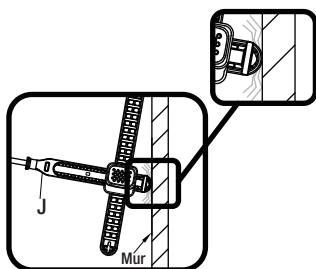

Fig 1
- Si la tige horizontale (J) est trop longue, comme illustrée sur la Fig. 1, la longueur peut être ajustée.
- Retirez la pince (N) de la tige horizontale (J). Faites glisser la portion en plastique de la tige pour ajuster à la longueur souhaitée. L'excès de tige (1) peut être retiré en la cassant avec des pinces au niveau du segment perforé ou en la coupant à l'aide d'une scie.